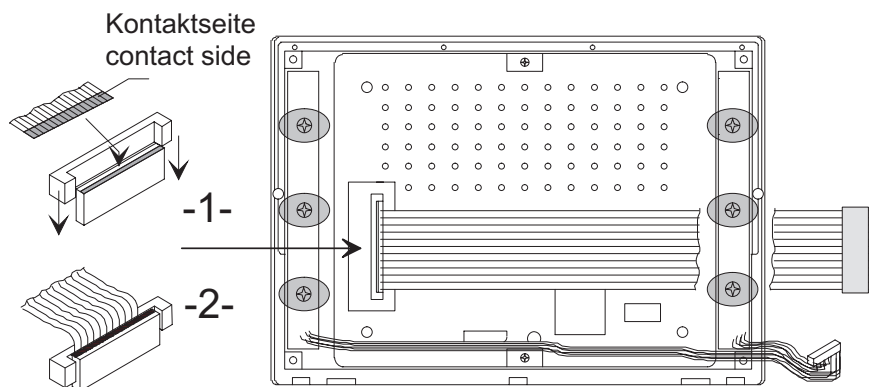

Bild 4-9: Anschluss des Displays
13. Stecken sie das flexible Datenkabel wieder am Display auf. Achten sie darauf, das Datenkabel nicht durch verkanten zu beschädigen. (Bild 4-9)